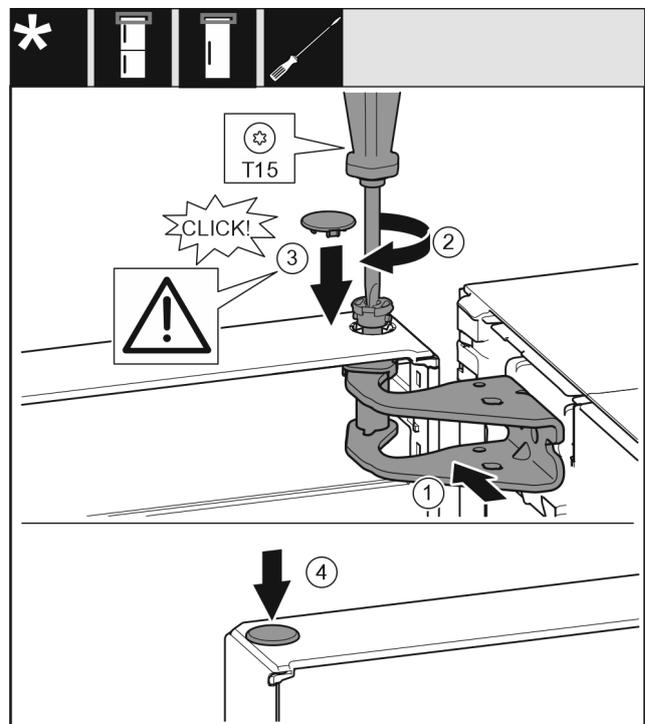

Fig. 19
- ▶ 将门的上方对准托架中的开口。 Fig. 19 (1)
- ▶ 放入螺栓并用 T15 螺丝刀拧紧。 Fig. 19 (2)
- ▶ 安装冰箱门安全装置的安全盖：放入安全盖并检查其是否紧贴贴在门上。否则，需将螺栓完全插入。 Fig. 19 (3)
- ▶ 放上堵头。 Fig. 19 (4)